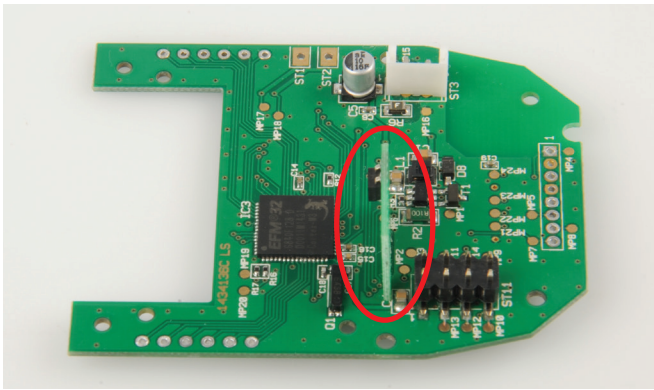
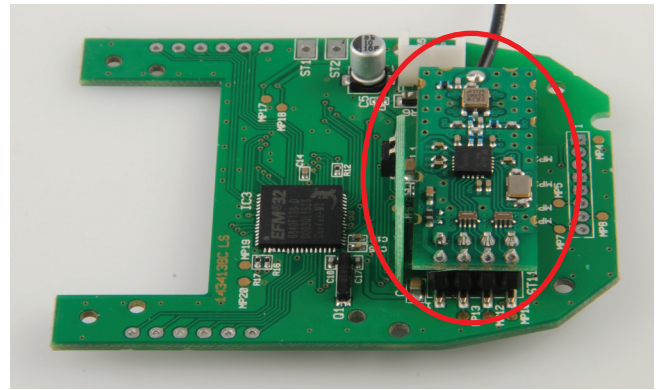

Bild 7: Die Reflexkopplerplatine ist genau senkrecht und wie durch die Lage der Lötflächen vorgegeben in die Basisplatine einzulöten.
Bild 8: Hier ist das aufgesetzte und verlötete TRX-Modul zu sehen.
Im nächsten Schritt sind die Reflexkopplerplatine und das TRX-Modul mit der Basisplatine zu verlöten. Gestartet wird mit der Reflexkopplerplatine. Diese ist von der Unterseite (LS) der Basisplatine durch die vorgesehene Aussparung zu führen und auf der Oberseite (BS) festzulöten. Es ist dabei wichtig, dass die Reflexkopplerplatine im rechten Winkel zu Basisplatine montiert wird (**Bild 7**). Anschließend kann das TRX-Modul auf die Stiftleiste aufgesetzt und parallel zur Basisplatine verlötet werden (**Bild 8**).